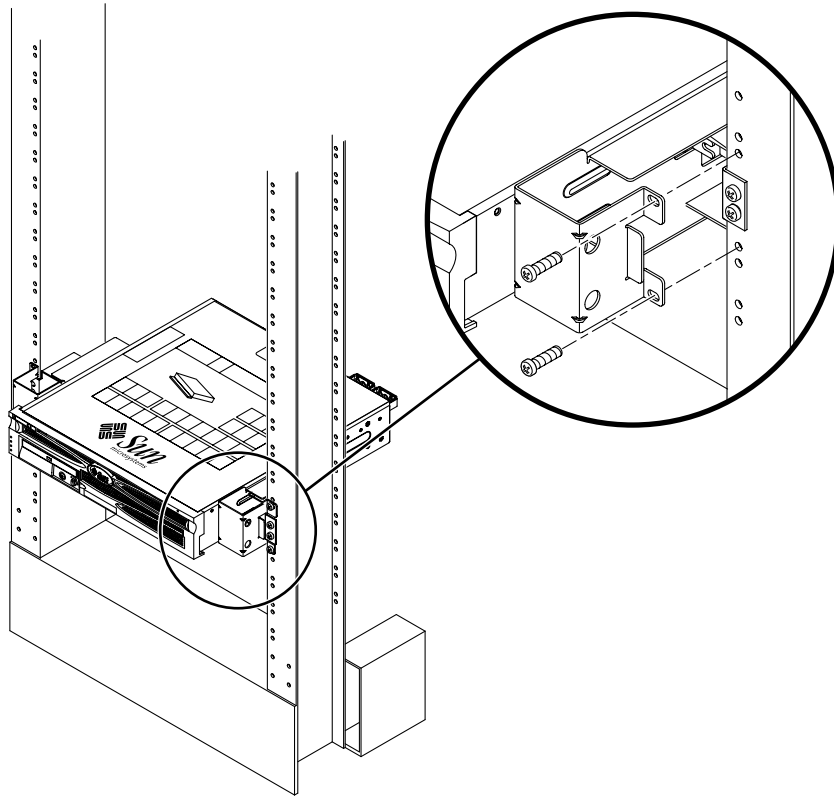

ABBILDUNG 3-26 Montieren und Befestigen des Servers in einem Rack mit zwei Stützen
5. Heben Sie den Server in das Rack und schieben Sie ihn auf die Führungsschienen (ABBILDUNG 3-26).
6. Befestigen Sie die Seitenwinkel am Server mit zwei Schrauben auf jeder Seite an der Vorderseite des Racks (ABBILDUNG 3-26).